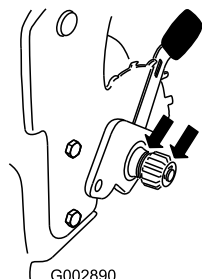

Figure 39
2. Aplique aceite lubricante al interior y al exterior de los engranajes (ver Figure 39).